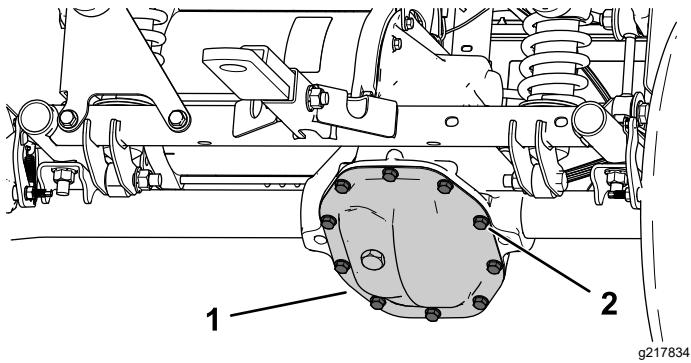

Рисунок 49
- Поместите сливной поддон под крышку коробки передач (Рисунок 49).
- Отверните болты с крышки коробки передач и полностью слейте рабочую жидкость (Рисунок 49).